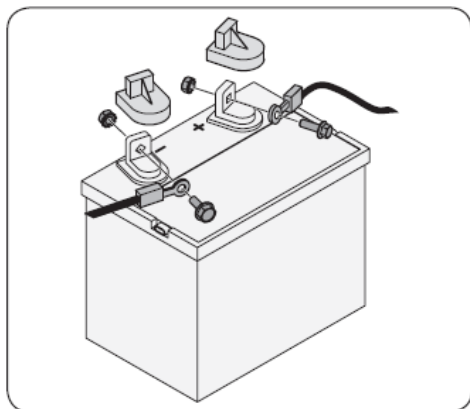

Figure 3-3
1. Enlevez le couvercle en plastique, le cas échéant, de la borne positive de la batterie et attachez le câble rouge à la borne positive de la batterie (+) avec le boulon et l'écrou à six pans. Voir la Fig. 3-3.
2. Enlevez le couvercle en plastique, le cas échéant, de la borne négative de la batterie et attachez le câble noir à la borne négative de la batterie (-) avec le boulon et l'écrou à six pans. Voir la Fig. 3-3.